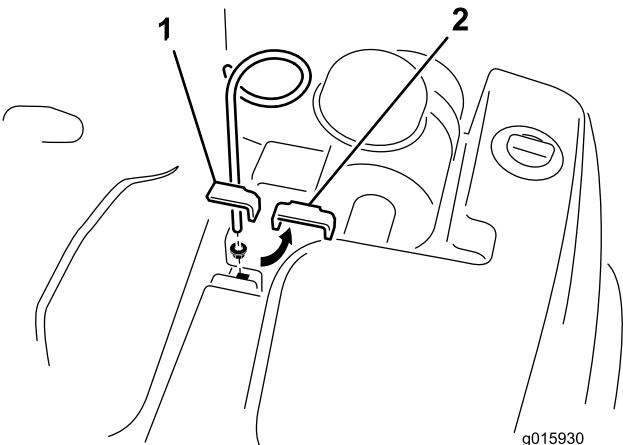

図 6
1. 油圧タンク用の上クランプをフレームに固定しているボルト、ワッシャ、ナットを外す図 6。外したクランプ、ボルト、ワッシャ、ナットは捨てる。
2. フランジナット付属部品を使って、ホースガイドを取り付ける。ホースガイドは図 6 のように組み付ける。